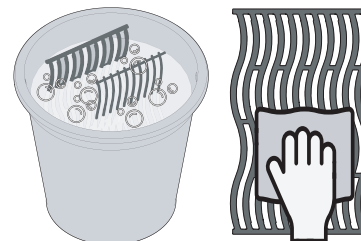

Fig. 3
- Vask grillristene for hånd med vann og mild oppvaskmiddel for å fjerne eventuelle rester fra produksjonsprosessen. VASK IKKE i oppvaskmaskin. (Fig. 3)